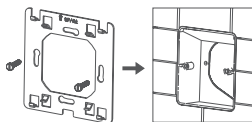

Рисунок 16. Установка терморегулятора в монтажную коробку
3. Подготовьте отверстие в стене под монтажную коробку. С помощью отвертки закрепите опорную пластину в монтажной коробке и зафиксируйте ее двумя винтами (рис. 16).